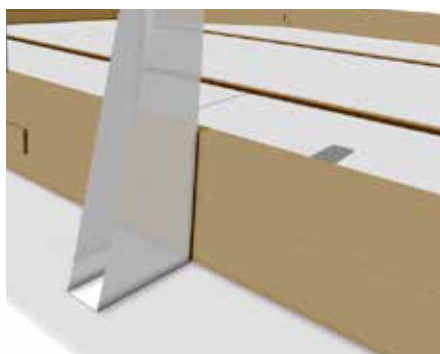

Fig. 3 / Abb. 3 / Afb. 3
- EN LAYOUT OF THE COLUMNS:** •Position the columns as shown by figure (figure 3). Tighten the columns well around the entire layer of boards. •Vertically drill the layer using a drill with a \varnothing 10mm bit for concrete, and using the column as a guide. The depth of the hole should be at least 100mm to guarantee good fixing. •Place the fixing bolts (with washers and nuts) into the holes and fix them with the help of a hammer. **COMPLETELY hammer in the fixing bolts (only the head should be visible).** •Tighten crosswise the 4 nuts.
- FR POSITIONNEMENT DES SABOTS :** •Placez les sabots comme indiqué sur la figure (figure 3). Plaquez bien les sabots le long des rangées de madriers. •Percez bien verticalement la chape à l'aide d'un perforateur équipé d'un foret béton \varnothing 10 mm, en utilisant le sabot comme gabarit. La profondeur du perçage doit être au minimum de 100 mm pour garantir une bonne fixation. •Placez les gougeons d'ancrage (avec rondelles et écrous) dans les trous et frappez-les à l'aide d'un marteau. Enfoncez **ENTIEREMENT** les gougeons d'ancrage (seule la tête doit rester visible). •Serrez fermement en croix les 4 écrous.
- DE ANORDNUNG DER ANSCHLAGWINKEL:** •Platzieren Sie die Anschlagwinkel, wie Abb (Abb. 3). Furnieren Sie die Anschlagwinkel gut entlang der Bretterreihen. •Durchbohren Sie die Schicht vertikal mit Hilfe einer Bohrmaschine und einem Betonbohrer mit 10 mm \varnothing , wobei der Anschlagwinkel als Muster dient. Die Tiefe der Bohrung muss mindestens 100 mm betragen, um eine gute Befestigung zu garantieren. • Platzieren Sie die Befestigungsstifte (mit Unterlegscheiben und Schrauben) in den Öffnungen und schlagen Sie mit einem Hammer darauf. **Hämmern Sie die Befestigungsstifte GANZ ein (nur der Kopf darf noch sichtbar sein).** • Ziehen Sie die 4 Schrauben kreuzweise fest.
NL **PLAATSING VAN DE METALEN STEUNBALKEN:** •Plaats de metalen steunbalken zoals te zien is op afbeelding (afbeelding 3). Schroef de metalen steunbalken stevig vast tegen de plankenrijen. •Boor perfect vertikaal gaten in de betonplaat met behulp van een boormachine voorzien van een boor voor beton van $\varnothing 10\text{ mm}$, gebruik de metalen steunbalk als patroon. De diepte van het boorgat moet tenminste 100 mm bedragen om een goede fixatie te garanderen. • Plaats de ankerbouten (met ringen en moeren) in de gaten en sla ze vast met behulp van een hamer. **De ankerbouten VOLLEDIG vastdraaien**(alleen de kop mag te zien zijn). • Draai de 4 moeren kruiselings stevig vast.